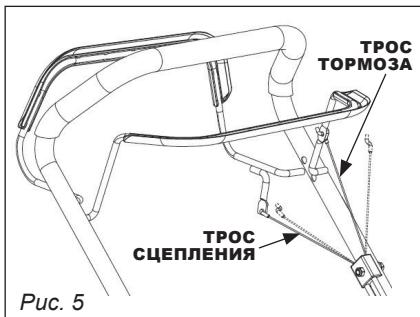

Рис. 5
4. Присоедините трос управления к рычагу (*рис. 5*) и закрепите тросы на рукоятках с помощью скоб фиксаторов.